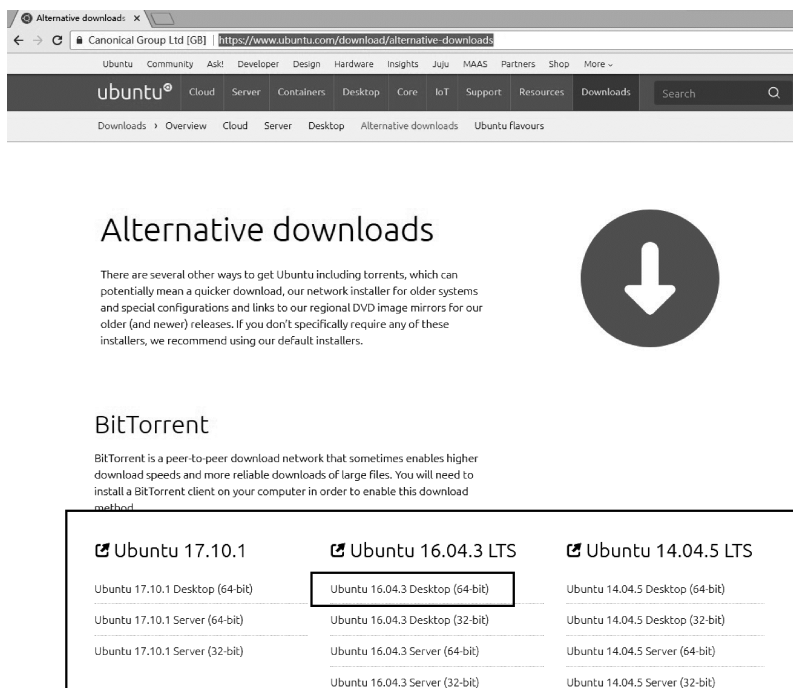

图 12-17 Ubuntu 官方下载
(1) 到 Ubuntu 的官网 (<https://www.ubuntu.com/download/alternative-downloads>) 下载系统的 ISO 镜像文件，如图 12-17 所示。